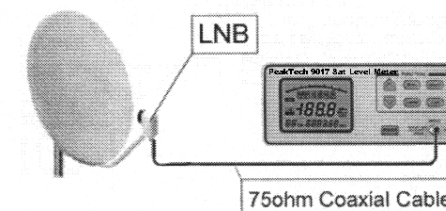

Fig. 3-1 Connecting with LNB
Eingang des Pegelmeßgerätes über ein 75  $\Omega$  Koaxialkabel mit dem LNB-Verstärker verbinden (siehe Abb. 3-1). Am Meßgerät geeignete Abb. 3-1 Verbindung mit LNB (13 oder 18 V) wählen.
a. Powered by SAT Level Meter: Connect the LNB and INPUT Connector of this meter using a 75ohm coaxial cable. (See figure 3-1). Set the output voltage for proper operation. (13V or 18V)